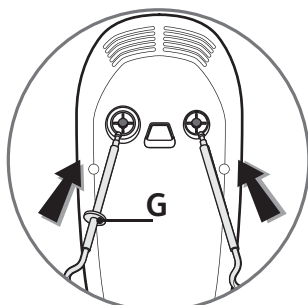

fig.1
отверстия и зафиксируйте их. **Венчики и крюки имеют специфическую форму, крюк или венчик с устройством, предотвращающим неверное соединение (G), вставляется слева, в более широкое отверстие (Рис.1).**
• Эксплуатация на подставке (H) : (в зависимости от модели)
- Вставьте ножки каждого из венчиков (C) или крюка (E) в специально предназначенные для этого отверстия и зафиксируйте их. **Венчики и крюки имеют специфическую форму, крюк или венчик с устройством, предотвращающим неверное соединение (G), вставляется слева, в более широкое отверстие (Рис.1).**
- Установите подставку (H) на рабочую поверхность стола: